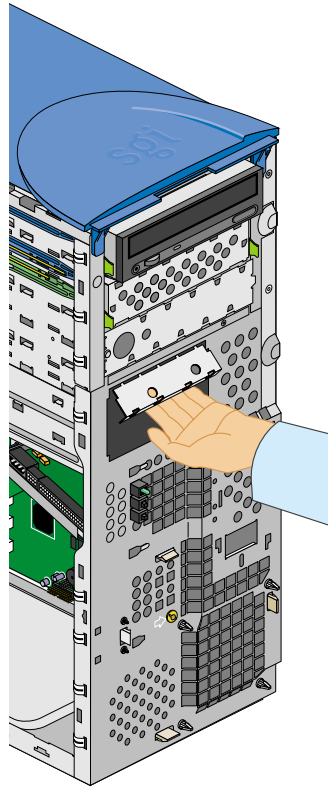

Figure 2-7 Retrait du capot du lecteur de disquette 3 pouces $\frac{1}{2}$
- Tenir le capot par son côté inférieur et tirer. Les languettes de fixation au châssis se détachent lorsqu'on tire sur le capot. La Figure 2-7 montre la procédure correspondante.